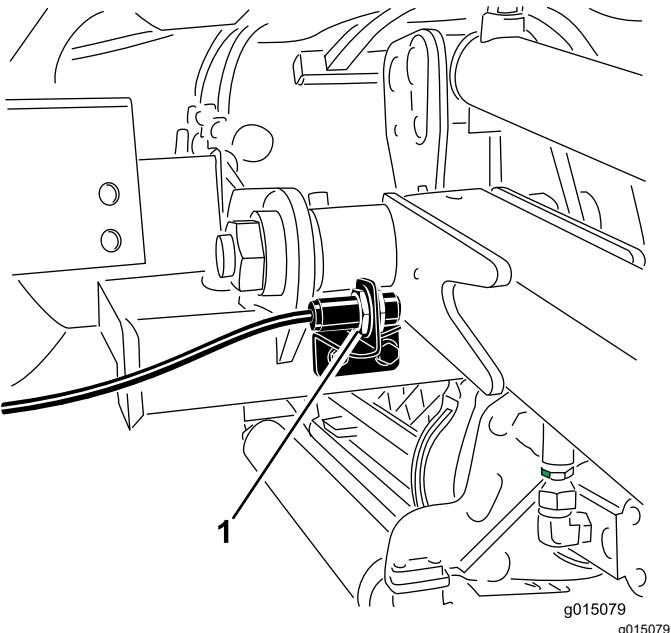

Figure 60
2. Le commutateur des bras de relevage se trouve derrière le bras de relevage avant droit (Figure 60).
3. Desserrez les vis de fixation du commutateur (Figure 60) et élévez le commutateur pour augmenter la hauteur du changement de direction des bras de relevage ou abaissez-le pour réduire la hauteur du changement de direction. Serrez les vis de fixation.